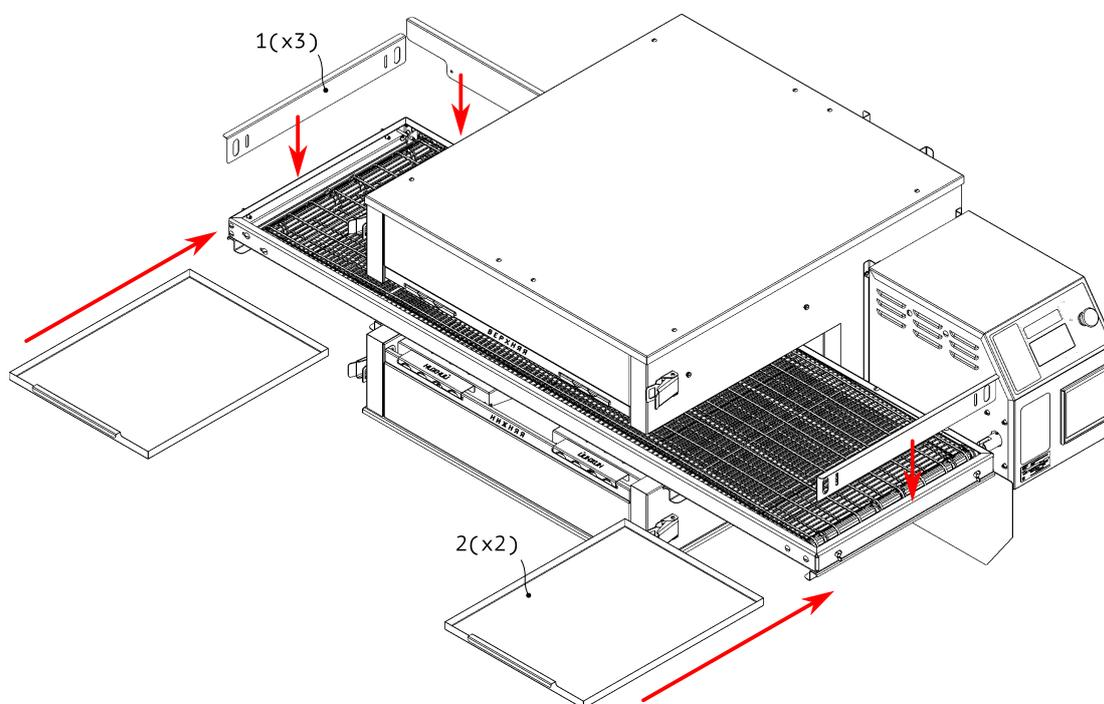

Рисунок 7
10. Установите поддоны (2) в направляющие под конвейер, см. Рис. 7
11. Установите ограничители (1) на конвейер, см. Рис. 7.